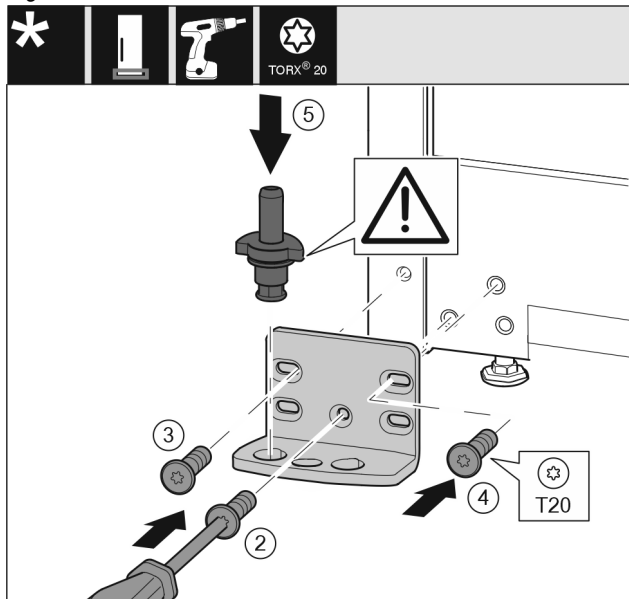

Fig. 15
- ▶ Płytkę zawiasu założyć z drugiej strony i przykręcić przy pomocy śrubokręta T20. Rozpocząć od śruby 2 dolnej umieszczonej na środku. Fig. 15 (2)
- ▶ Dokręcić śrubę 3 i 4. Fig. 15 (3,4)
- ▶ Założyć cały sworzeń płytki zawiasu. Przy tym zwrócić uwagę, by krzywka zatrzaskowa wskazywała do tyłu. Fig. 15 (5)